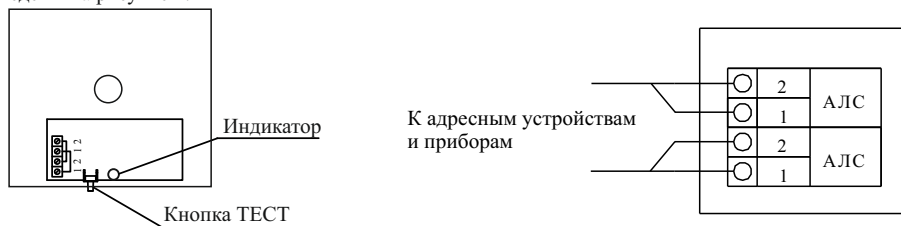

Рисунок 2
- подключить провода АЛС к клеммной колодке (рисунок 2). УДП подключается к прибору при помощи двухпроводной АЛС с номинальным сечением проводов от 0,35 до 1,5 мм2;
7.2 Для контроля связи УДП с прибором необходимо нажать с помощью штыря диаметром 0,8 мм (например, с помощью разогнутой канцелярской скрепки) на кнопку ТЕСТ (рисунок 2) и контролировать: